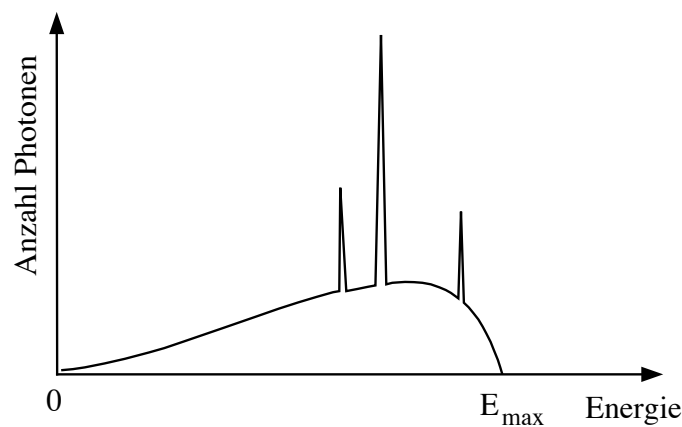

Abbildung 5.3.2: Schematische Darstellung eines typischen Röntgenspektrums: breite Verteilung des Bremsstrahlungsspektrum und charakteristische Linien.
- Die typische Verteilung der Photonenenergien, ein sogenanntes **Röntgenspektrum** (vgl. *Absorptionsspektrometrie*, Arbeitsheft S. 105), ist in Abb. 5.3.2 schematisch dargestellt. Die kontinuierliche Verteilung mit einem Maximum kurz unterhalb der maximalen Energie $e \cdot U_A$ entsteht durch sukzessive Umwandlung der kinetischen Energie der Elektronen in Strahlungsenergie, sie wird als **Bremsspektrum** bezeichnet. Die überlagerten scharfen Linien entstehen, wenn die Energie der Elektronen ausreicht, um Atome des Anodenmaterials zu ionisieren, d.h. es können bestimmte Elektronen aus tiefen Schalen herausgeschlagen werden. Wenn freie Elektronen diese leeren Zustände wieder auffüllen, entsteht Röntgenfluoreszenzstrahlung mit typischen Photonenenergien. Die Energie dieser Strahlung ist charakteristisch für das Anodenmaterial, die Linien werden dementsprechend als **charakteristisches Spektrum** bezeichnet.